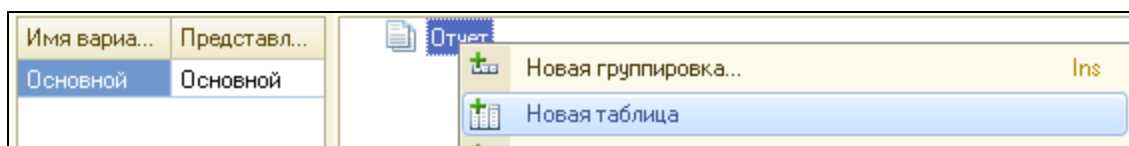

Рисунок 4.60 Добавление таблицы в структуру отчета
5. Перейти на закладку **Настройки**. Добавим в структуру отчета таблицу (рис.4.60).